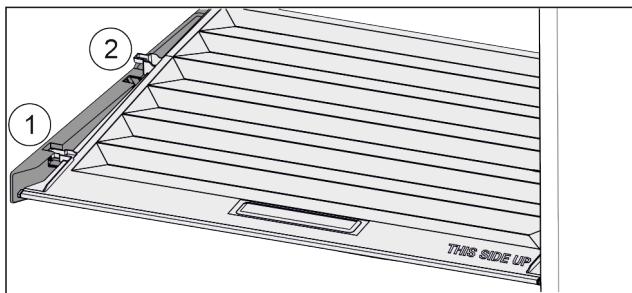

Fig. 96
- ▶ Потянуть крышку до отверстия в поддерживающих деталях вперед Fig. 96 (1).
- ▶ Поднять сзади снизу и извлечь Fig. 96 (2) движением вверх.